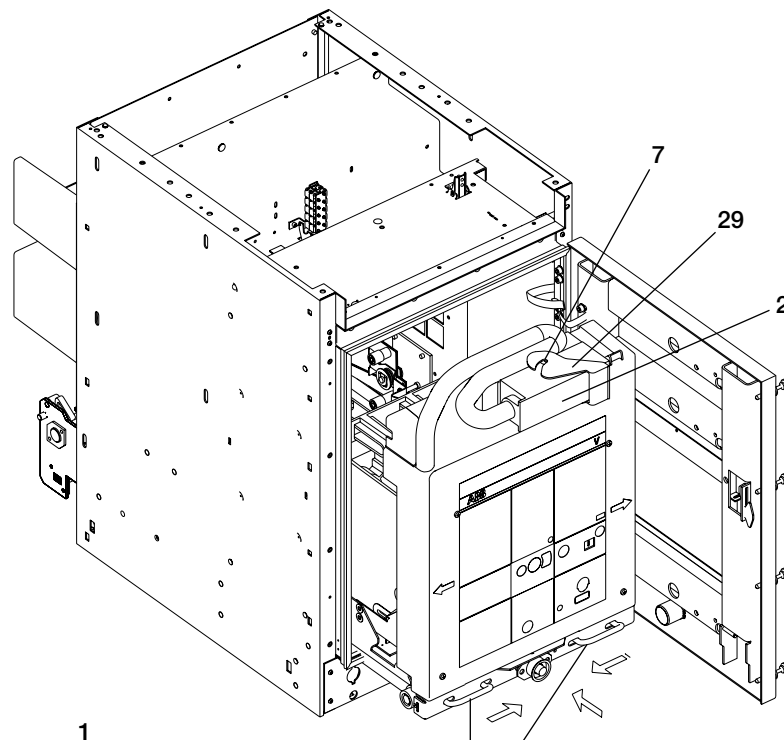
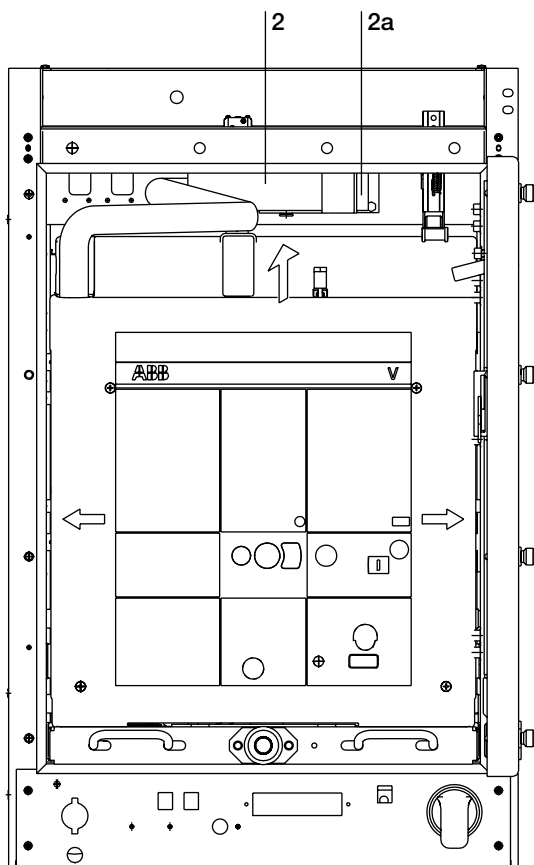

Fig. 8
Fig. 9
(1) Passaggio da contattore estratto alla posizione di "sezionato"
- Spingere manualmente il contattore senza forzare eccessivamente, finché si arresta (fig. 8)
- Spostare contemporaneamente le due maniglie (1) verso l'asse mediano del contattore e contemporaneamente spingere progressivamente tramite le maniglie il contattore verso il fondo del contenitore: lasciare libere le maniglie (1) e continuare l'inserzione manuale finché il contattore si blocca con le maniglie (1) che scattano lateralmente.
(1) Passing from contactor withdrawn to the "isolated" position
- Manually push the contactor in until it stops, without applying excessive force (fig. 8)
- At the same time, move the two handles (1) towards the median axis of the contactor and, simultaneously, push the contactor right into the back of the enclosure gradually by means of the handles: release the handles (1) and continue manual connection until the contactor locks into the handles (1) which click sideways.
- Liberare il connettore mobile (2) dal piolo (7) (fig. 8) posto sulla sommità del contattore, inserito nella presa fissa del contenitore e premere la leva (2a) (fig. 9) contro il connettore mobile.
- Release the moving connector (2) from the latch (7) (fig. 8) placed on top of the contactor, inserted in the fixed socket of the enclosure and press the lever (2a) (fig. 9) against the mobile connector.